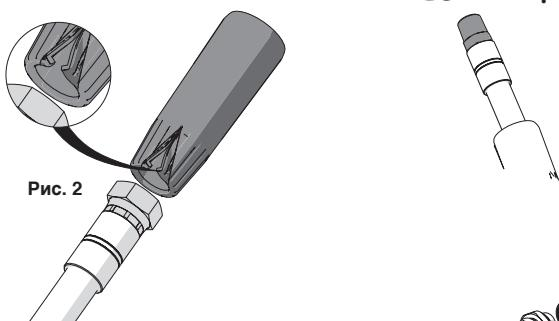

Рис. 2
- В зависимости от типа контакта шланг может потребоваться для открытия конца поворотной крышки и ее прохождения через шланг. Поворотная крышка имеет прорезь на конце, чтобы упростить ее открытие (рис. 2).